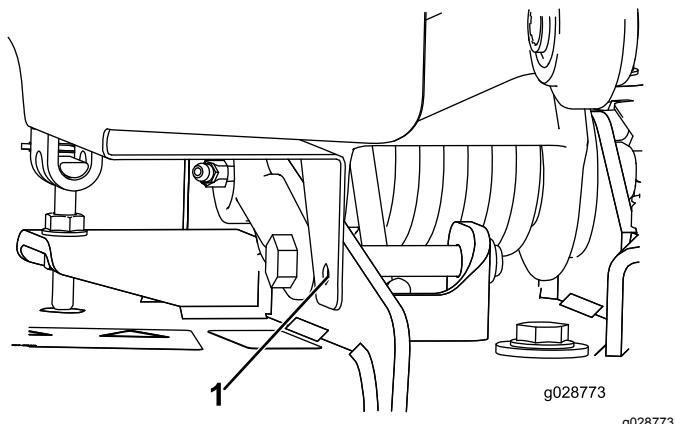
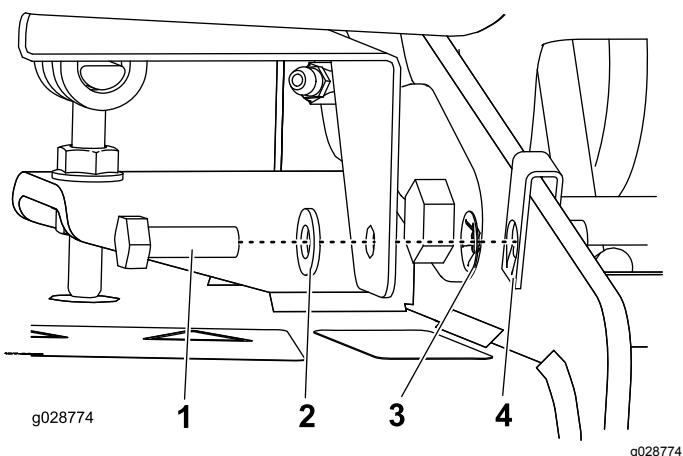

Figura 13
Figura 14
Nota: Tiene que perforar un taladro en el bastidor de la carcasa para instalar el perno inferior y la tuerca de retención. Consulte Figura 13 y Figura 14.
3. Marque el centro del taladro de la pestaña inferior de la parte delantera de la cubierta, retire la cubierta y perfore un taladro de 1,12 cm (0,44 pulg.) (Figura 13).
4. Fije la cubierta con los herrajes suministrados (Figura 14).